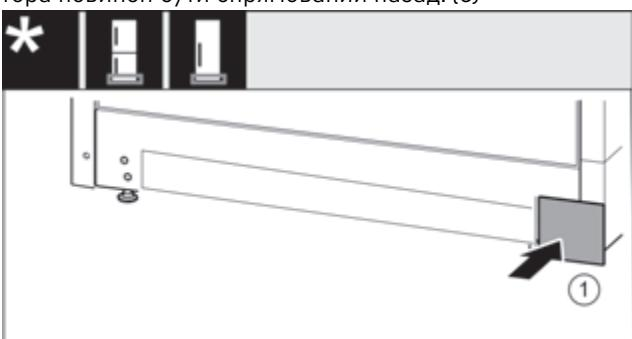

Fig. 37
- Знову одягніти кришку з іншого боку. Fig. 37 (1)